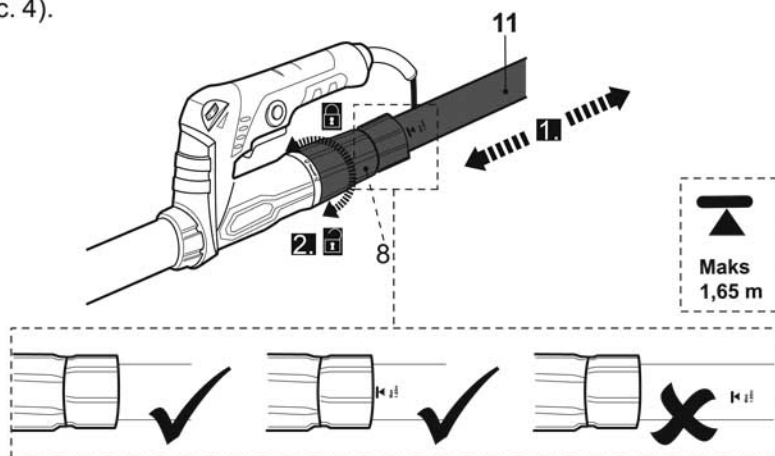

Рис. 4
- > При необходимости регулируйте длину телескопической трубки (11). Обратите внимание на маркировку “Макс 1,65 м” на телескопической трубке. Зажмите муфту (8) после установки/регулировки телескопической трубки (Рис. 4).
- > Приложите шаблон с отверстием наждачной бумаги (15) к отверстию в плите основания (10b), прежде чем закреплять наждачную бумагу (15) к плите, чтобы обеспечить эффективный отбор пыли и хороший результат.
- > Слегка прижмите наждачную бумагу (15), чтобы закрепить ее на плите основания (10b) (Рис. 4).